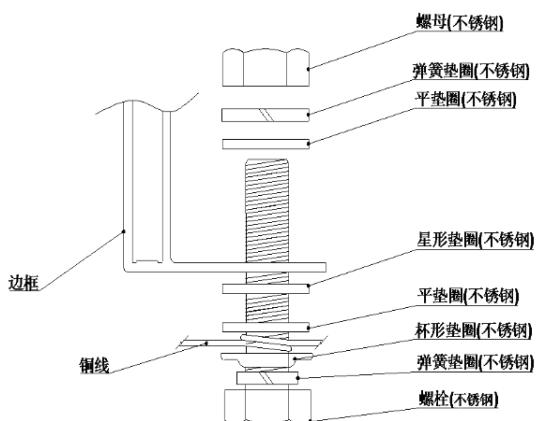

图23 接地线配合螺栓安装示意图
- 使用接地线配合螺栓安装：接地螺栓建议使用不锈钢材质，用在指定的接地孔上。首先插入不锈钢螺栓穿过弹簧垫圈、杯形垫圈、平垫圈、星形垫圈，然后通过边框的接地孔、平垫圈、弹簧垫圈，最后使用螺母拧紧，安装示意图 23。